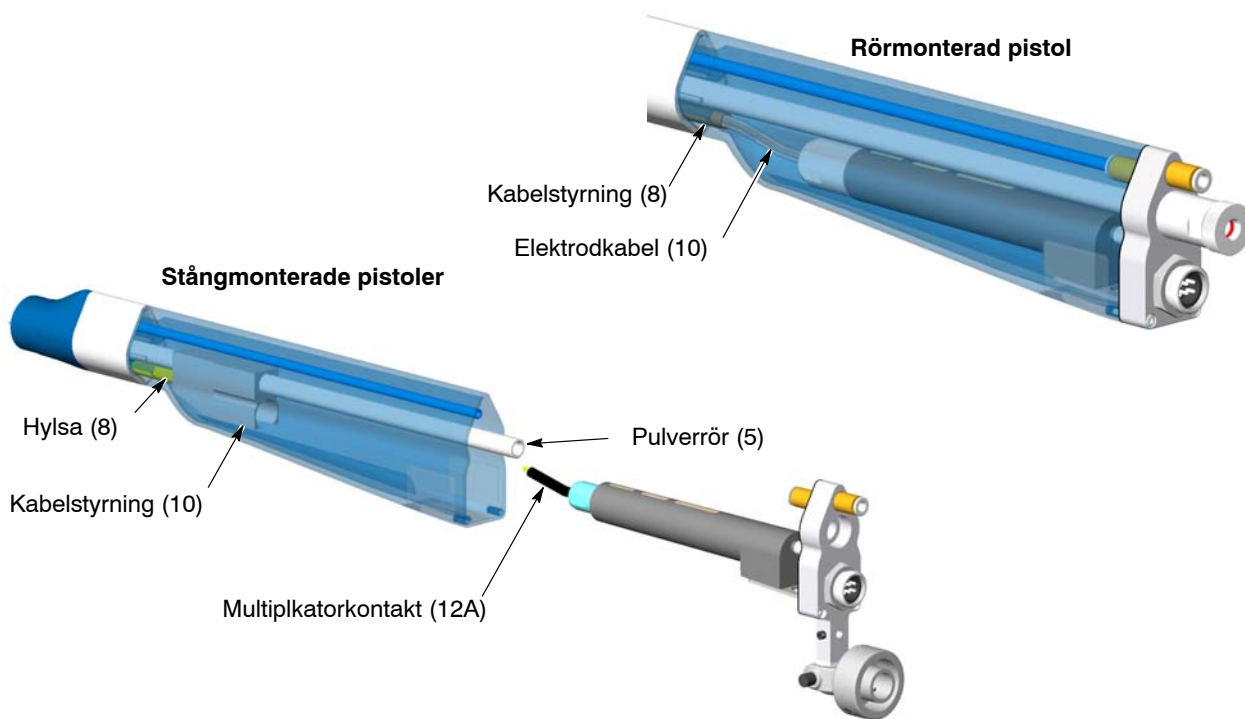

Bild 34 Montage av multiplikator: Steg 6
Stångmonterade pistoler: Se bild 34. Från den öppna änden av multiplikatorhuset, sätt i kontaktstyrningen på pulverröret. Tryck in kontaktstyrningen i huset tills att den bottenar på hylsan (8). Kontakten skall vara synlig i kontaktstyrningens öppna ände när den monterats korrekt.
Rörmonterade pistoler: Se bild 34. När man sätter samman kylflänsen/multiplikatordelen med pistolhuset, kontrollera att elektrokabeln (10) löper fritt genom kabelstyrningen.
Stångmonterade pistoler: Se bild 34. Kontrollera att spetsen på multiplikatorkontakten (12A) glider in genom kontaktstyrningen (10) inne i pistolhuset.